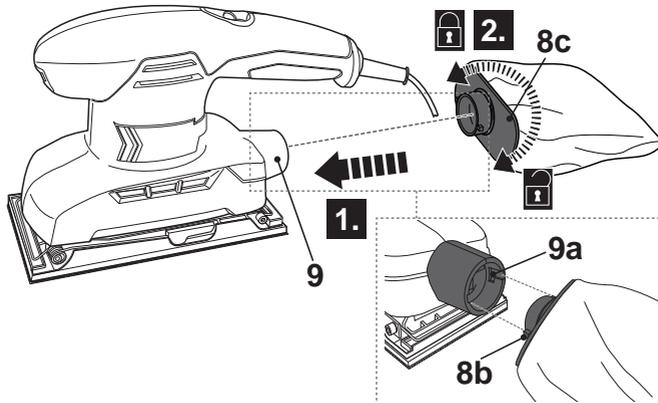

Fig. 9
- > Alignez les languettes [8b] sur les rainures [9a] et insérez le connecteur du sac à poussière [8c] dans la sortie d'extraction de poussière [9] jusqu'à la butée (Fig. 9, étape 1).
- > Tournez le connecteur [8c] dans le sens horaire pour fixer le sac en position (Fig. 9, étape 2).